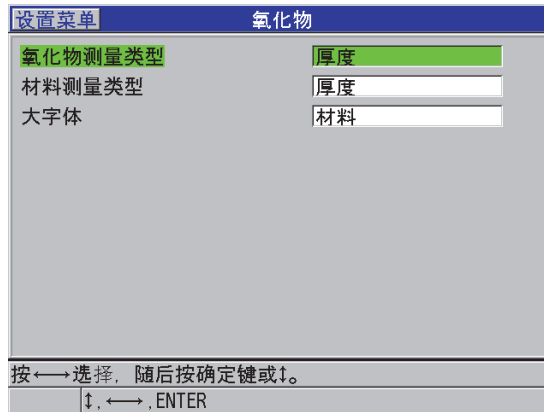

图 7-2 氧化物屏幕
9. 在**氧化物**屏幕上 (参见第 103 页的图 7-2):